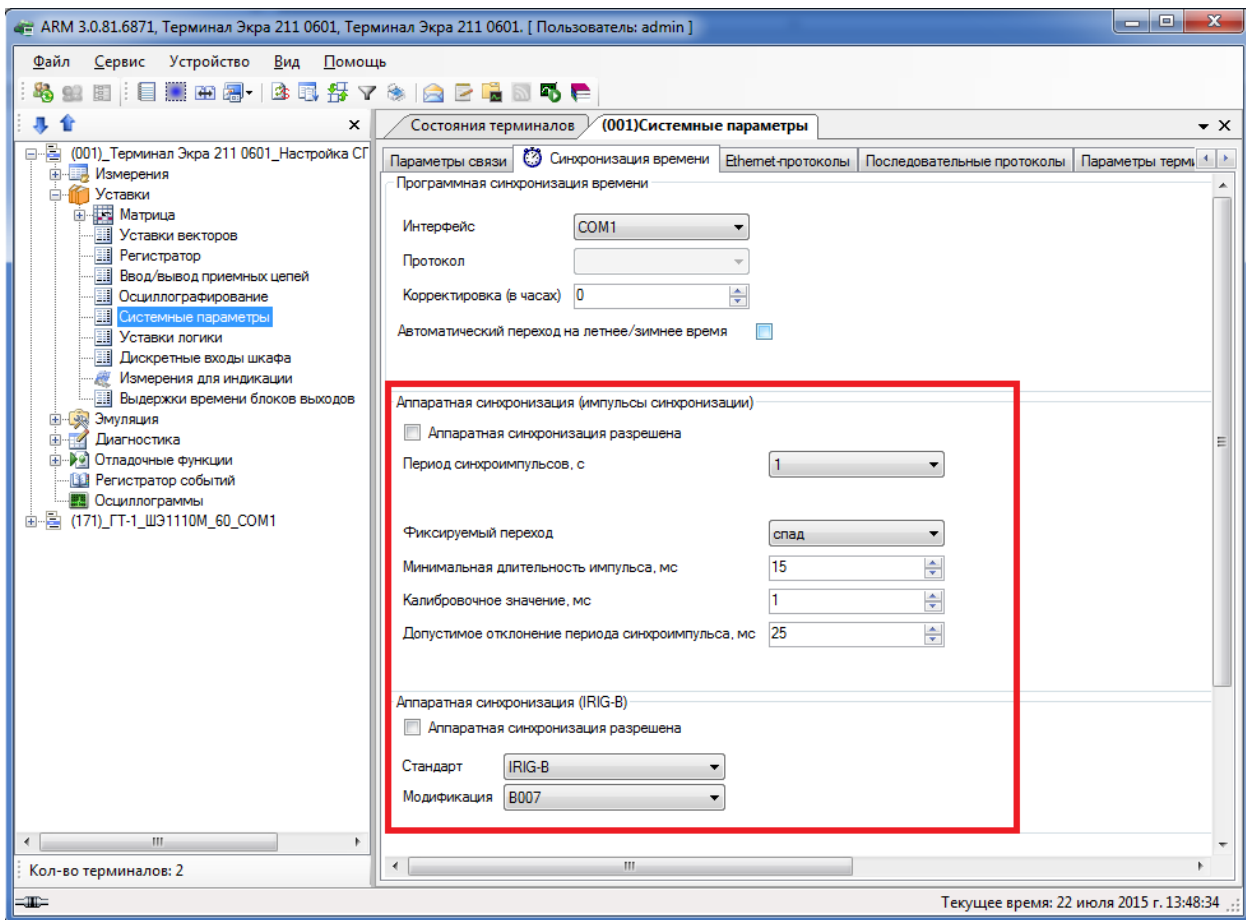

Рисунок 2.70
**Аппаратная синхронизация (импульсы синхронизации) (см. рисунок 2.70)**